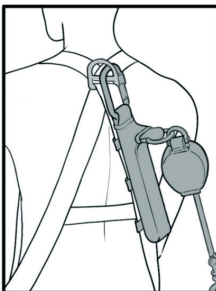

fig.3
3. Przymocować zamknięcie Velcro do odpowiedniego odcinka pasa upręży, aby utrzymać zestaw amortyzacyjny (rys. 3).